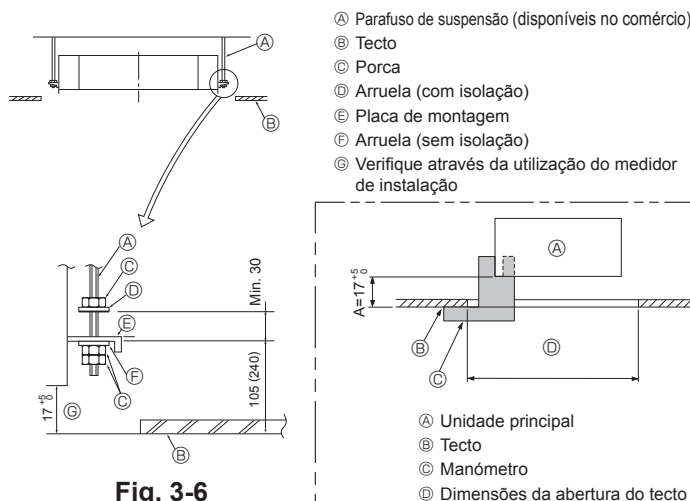

Fig. 3-6
3.6. Processo de suspensão da unidade (Fig. 3-6)